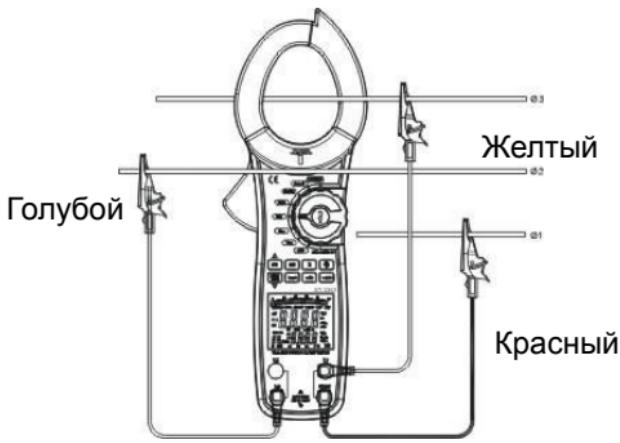

Рис. 15
- При измерении по схеме «3 фазы, 3 провода» удерживать **SEL** в течение 5 секунд, прибор отображает **303W**. Нажать **SEL** повторно в течение 5 секунд для выхода из режима измерения «3 фазы, 3 провода». Подключение прибора по этой схеме измерения показано на рис. 15.
На рис. 15 $\sum W = W_2 + W_3$.